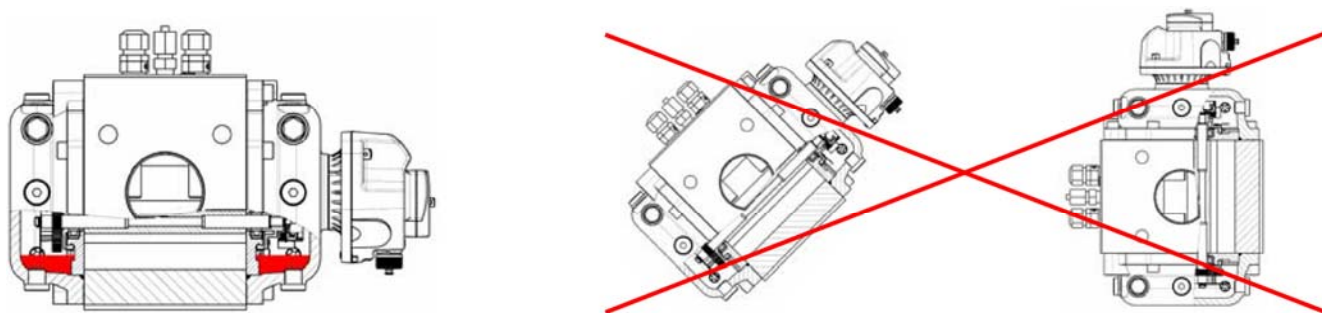

Рис. 1.
- 3.4. **Оси роторов счетчика должны быть в горизонтальном положении**, максимальный допустимый наклон оси $\pm 5^\circ$ (см. рис. 1).